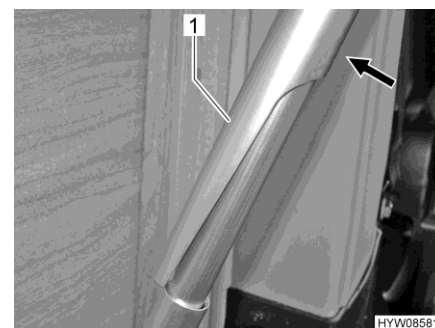

Fig. 48 Pied d'appui (déverrouillé)
- Appuyer sur la partie supérieure du pied de table (Fig. 48,1) en direction de la paroi extérieure (Fig. 48).